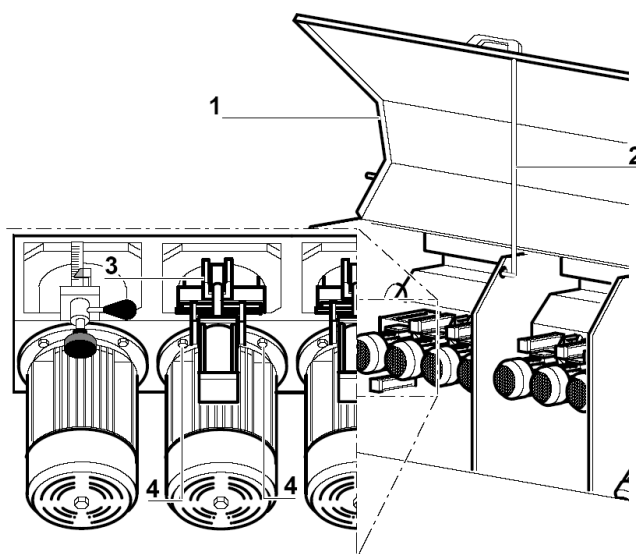

Fig. 44
1. Ouvrir la porte d'accès postérieure à la zone des moteurs (Fig. 44/1) et l'assurer par la barre spéciale (Fig. 44/2).
2. Enlever les enclenchements du moteur (voir PIÈCE JOINTE D) et ces des mécanismes à manivelle du système de réglage pneumatique (Fig. 44/3 et par.5.9).
3. Dévisser les vis de fixation de la plaque de support du moteur du mandrin (Fig. 44/4).